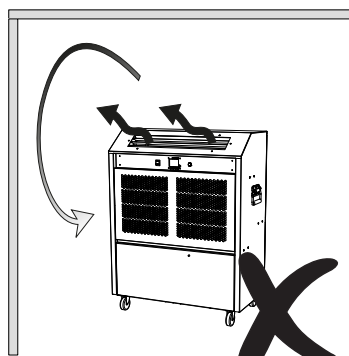

Fig. 4
**Fig. 4:** Es sollte darauf geachtet werden, dass der Luftauslass nicht blockiert wird, da die Luft in diesem Fall um das Gerät herum geleitet wird, was zu einer Rückführung und zu einer unerwünschten Regelung des Geräts führt.